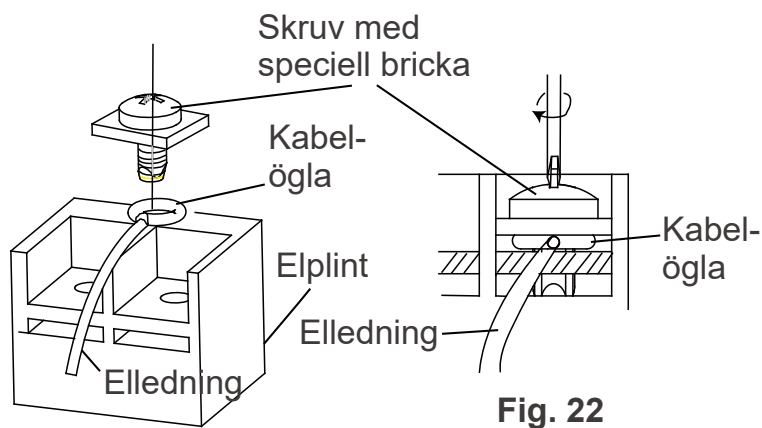

Fig. 22
- 4). Placera öglan på elplinten och drag åt skruven (Fig. 22 nästa sida).